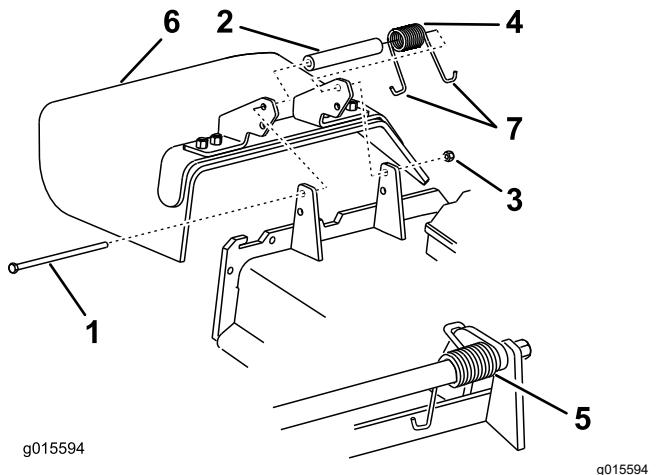

Figure 5
- Déposez la goulotte d'éjection latérale du tablier de coupe (Figure 5).